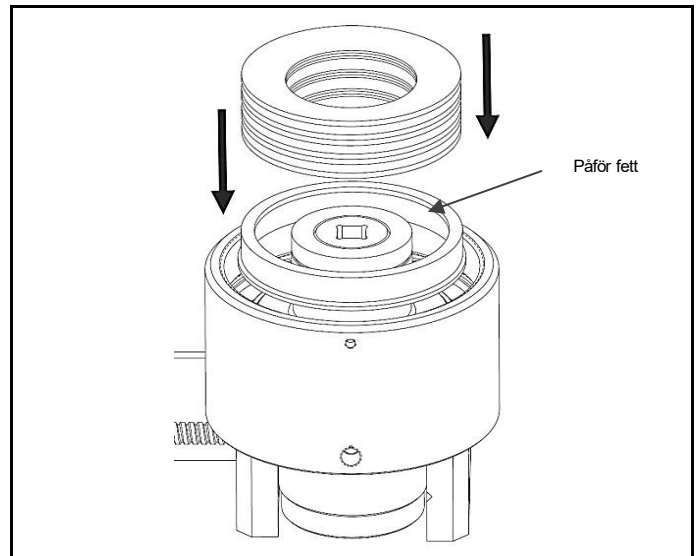

Fig. 4.6 För in fjäderinsatsen och skivfjädrarna och se till att de staplas korrekt
- Se till att skivfjädrarnas stapling bibehålls. (Fig. 4.6)